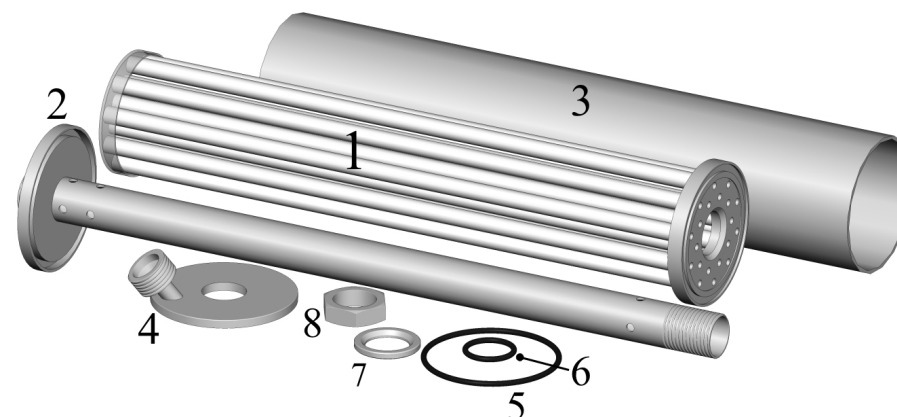

Рис. 2. Фильтр в разобранном состоянии.
7.2. Блок керамики **1** (см. рис. 2) представляет собой неразбираемую часть, состоящую из фланца-решетки и укрепленных в ней на герметическом компаунде керамических мембран. Для того чтобы вынуть керамический блок **1** из фильтра, необходимо: